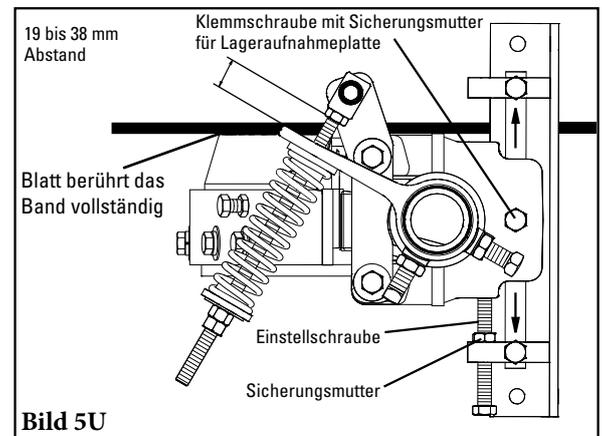

Bild 5U
- Klemmschrauben und Sicherungsmutter der Lageraufnahmeplatte lösen. Durch Drehen der Einstellschrauben nach oben bzw. unten einstellen (Abb. 5U).
- Bitte beachten: bei richtiger Einstellung der Spannung sollte der Abstand zwischen Spannarm und Schwenkarm-Block 19 mm bis 38 mm betragen (Abb. 5U).